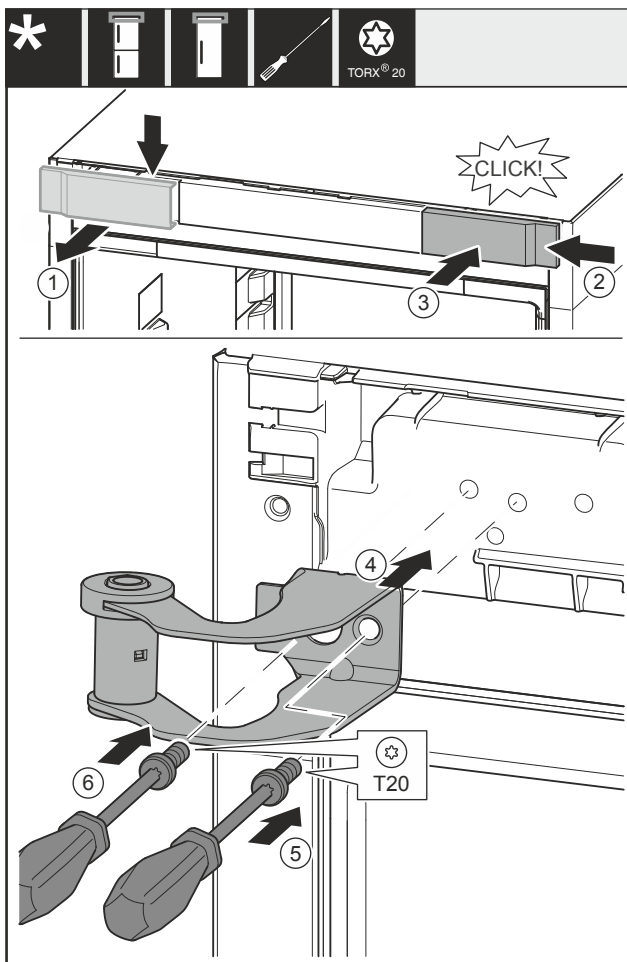

Fig. 14
- Hiqni kapakun mbulues Fig. 14 (1) nga lart duke e tërhequr përpara.
- Futni kapakun mbulues Fig. 14 (2) të rrotulluar me 180°, në anën tjetër nga e djathta.
- Mbërtheni kapakun mbulues Fig. 14 (3).
- Vendosni bazamentin e sipërm mbështetës Fig. 14 (4).
- Vidhosni vidën Fig. 14 (5).
- Vidhosni vidën Fig. 14 (6).